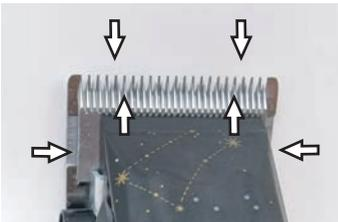

Abb. 7
Für ein gutes Haarschneide-Ergebnis und zur Erhöhung der Lebensdauer der Haarschneide-Maschine und des Schermessers ist eine dünne Ölschicht zwischen dem Ober- und Untermesser unumgänglich (Abb. 7).
- ▶ Schermesser während des Haarschneidens ausreichend ölen (mindestens alle 15 Minuten), damit sie nicht trocken laufen (Abb. 7).